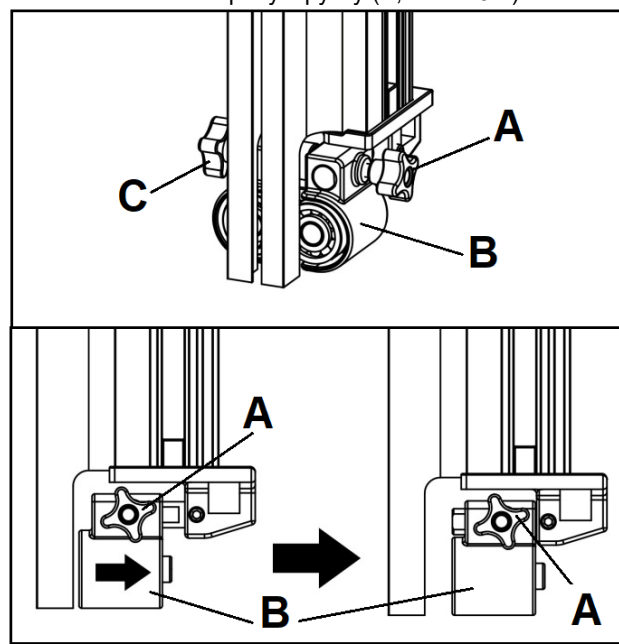

Рис. 20-1
- Ослабьте правую ручку (A, Рис. 20-1), сдвиньте узел опоры подшипника (B, Рис. 20-1) в заднее положение, снова затяните правую ручку (A, Рис. 20-1).